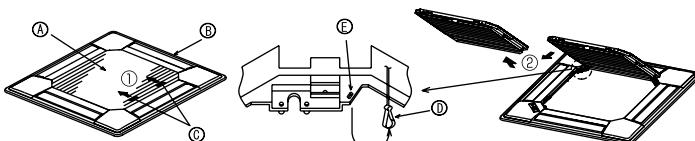

Fig. 5-3
5.2.1. Retrait de la grille d'admission (Fig. 5-3)
- Pour ouvrir la grille d'admission, faire glisser les leviers dans le sens indiqué par la flèche ①.
- Lorsque la grille se trouve en position "ouverte", retirer la charnière de la grille d'admission comme indiqué par la flèche ②.